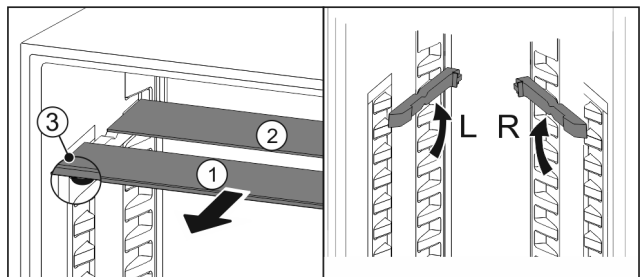

Fig. 144
- Sortir les tablettes par l'avant Fig. 144 (1).
- La tablette en verre Fig. 144 (1) avec bordure décorative est située à l'avant.
- Les butées Fig. 144 (3) sont orientées vers le bas.